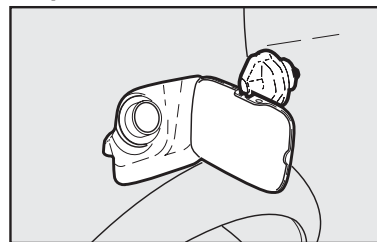

fig. 143
- Após a retirada da tampa, encaixe-a no suporte existente na portinhola **fig. 143**.